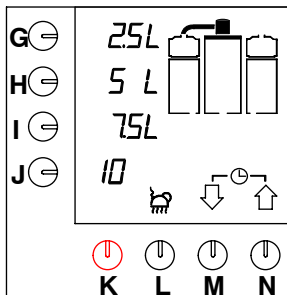

Fig. 7 Schermo con le opzioni standard
- Si accende la spia luminosa dell'interruttore. Sullo schermo vengono visualizzate le impostazioni standard (vedere fig. 7).